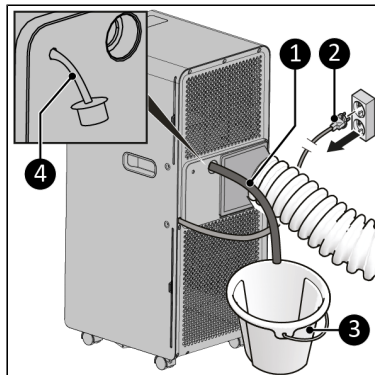

Abbildung 47.
1. Stellen Sie sicher, dass das Gerät ausgeschaltet und der Stecker aus der Steckdose gezogen ist (Abbildung 47, Pos. 2).
2. Entfernen Sie den Gummistopfen vom Abfluss (Abbildung 47, Pos. 4).
3. Verbinden Sie den mitgelieferten Wasserablaufschauch mit dem Abfluss des Geräts (Abbildung 47, Pos. 1).
4. Platzieren Sie den Auslass des Wasserablaufschauchs in einen Eimer (Abbildung 47, Pos. 3).